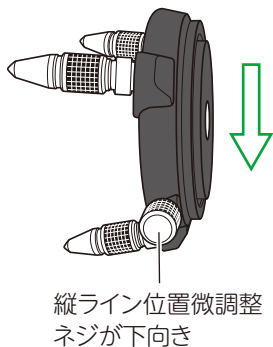

図 3
- 1.レーザー墨出器本体の取外しボタンを押しながら（図①）、ボタンと反対側から分離させるように台座を取り外してください（図②）。
- 2.キャリングケースに収納する際、台座は図3のように縦ライン位置微調整ネジが下になるようにしてください。